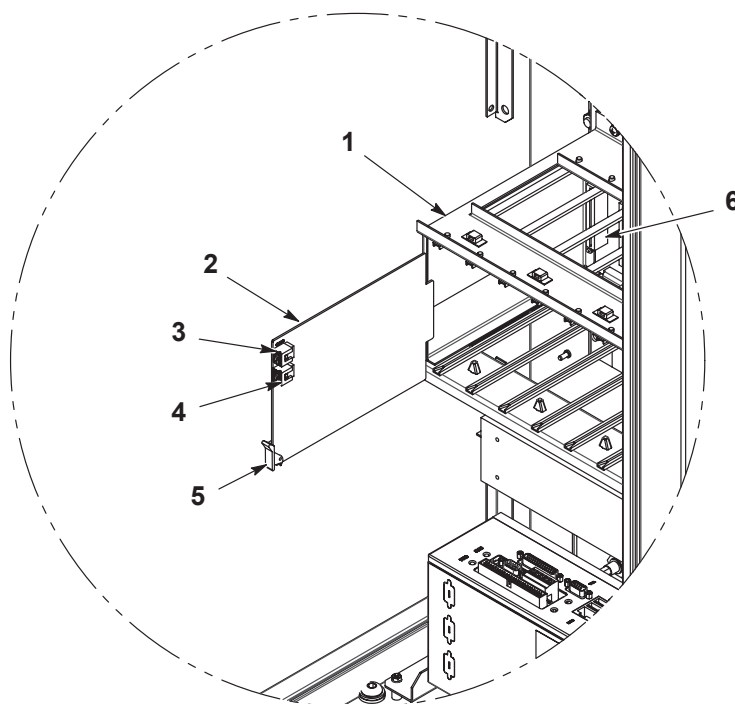

Abbildung 6-1 Ersetzen der Sprühapplikator-Steuerkarte
Siehe Abbildung 6-1. Die Sprühapplikator-Steuerungskarten (2) werden im Kartengehäuse von links nach rechts installiert. Jede Karte steuert zwei Sprühapplikatoren: die untere Buchse ist die ungerade Sprühapplikatornummer, die obere Buchse ist die gerade Sprühapplikatornummer.